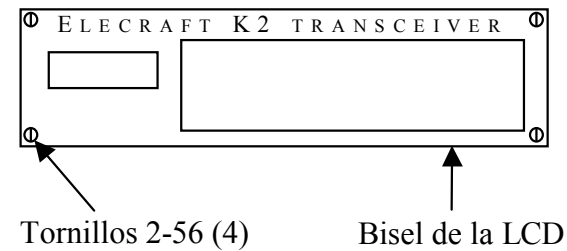

Figura 5-15
- ☐ Sitúe el bisel de plástico transparente de la LCD sobre los agujeros de esta y de la barra gráfica de LED, asegurándolo con los cuatro tornillos 2-56 (acero inoxidable) como se muestra en la Figura 5-15. **Apriete los tornillos 2-56 solo hasta el punto necesario para mantener el bisel en el panel frontal. Un exceso de presión puede romper el bisel o comerse el paso de rosca de los agujeros del panel.**